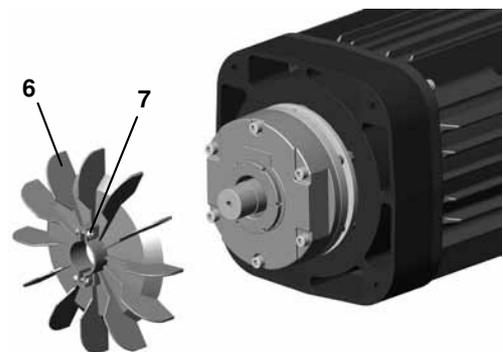

Abb. 148a
4. Nehmen Sie das Flügelrad -6- ab, indem Sie die Schrauben -7- (Abb. 148a) lösen.